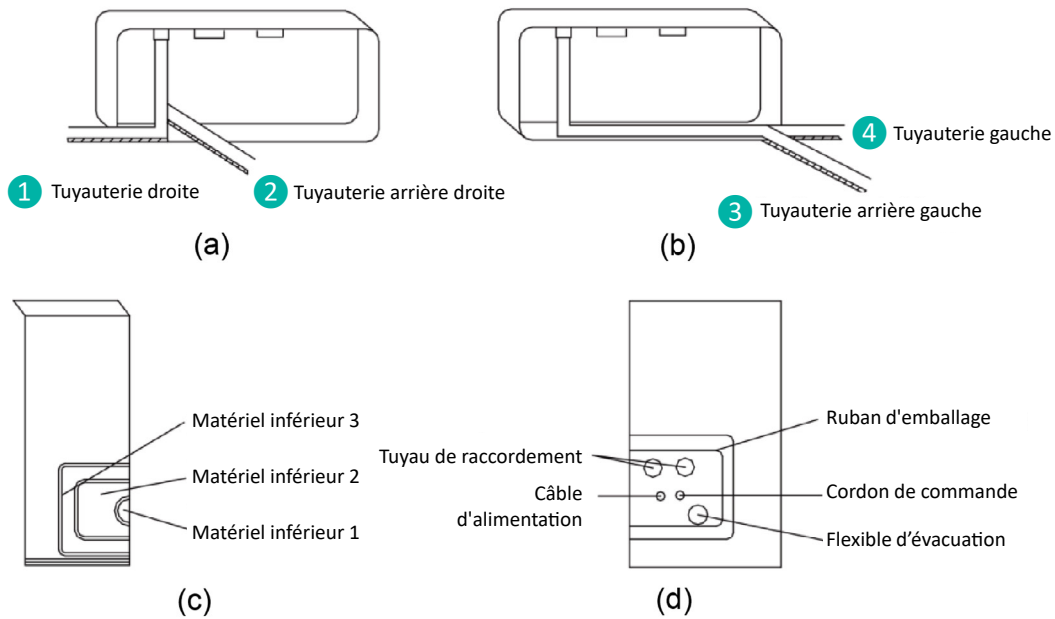

Fig.5.6
- 1 Lors de la pose de la tuyauterie et du câblage du côté gauche ou droit de l'unité intérieure, il est nécessaire de couper les ouvertures du tuyau à gauche sur le support de l'unité. (Voir Fig.5.6)
- 2 Laissez passer la tuyauterie et le câble dans l'orifice de tuyauterie après les avoir attachés (voir Fig. 5.6 (d)).